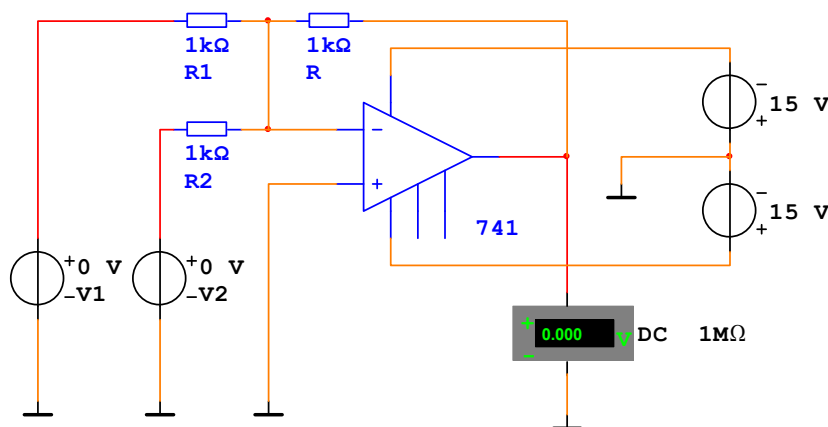

Рис.8.5
8.2.6. Соберите схему инвертирующего сумматора двух напряжений на ОУ, изображенную на рис.8.5. Величины входных напряжений V_1 и V_2 и сопротивления резисторов R_1 , R_2 и R установите по указанию преподавателя (на схеме показаны условно). Проверьте работу схемы. Сделайте выводы.